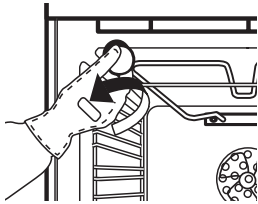

fig. 5
2. Desaperte a cobertura da lâmpada (Fig. 5), substitua a lâmpada (consulte a nota para ver o tipo de lâmpada) e aparafuse novamente a cobertura da lâmpada.